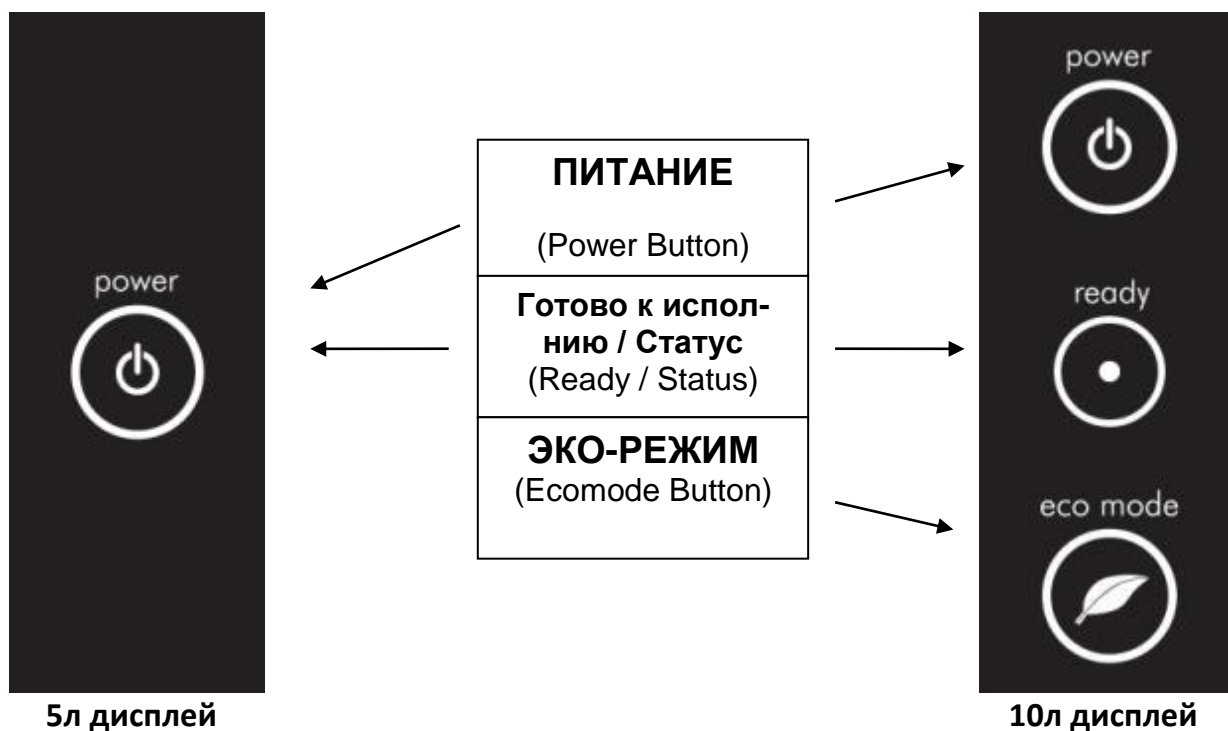

Рисунок 1: Интерфейс пользователя
- Включите оборудование в сеть питания и нажмите кнопку включения на фронтальной панели, которая обозначена словом «Питание» («Power»). См. Рис.1.